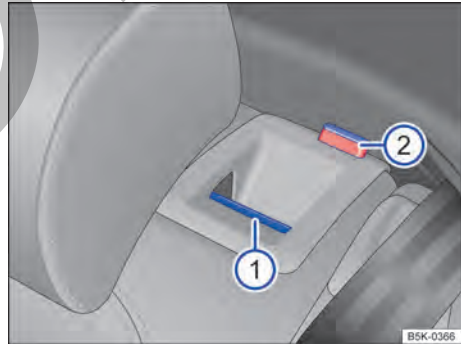

Fig. 64 En el respaldo del asiento trasero: tecla de desbloqueo.
- Tirar de la tecla de desbloqueo → fig. 64 ① hacia adelante y, al mismo tiempo, rebatir el respaldo del asiento trasero hacia adelante.
- La parte de respaldo del asiento trasero estará desbloqueada cuando la marca roja → fig. 64 ② sea visible.
- La marca roja → fig. 64 ② ya no puede ser visible.